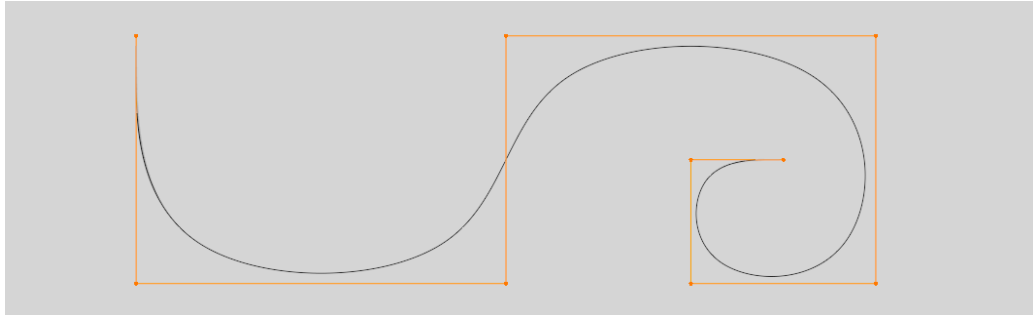

図4.制御メッシュポリゴンの向きと生成される曲線・曲面の関係
- ・ 図4のように制御メッシュの各ポリゴンの向きを接線方向として曲線・曲面が生成されます。